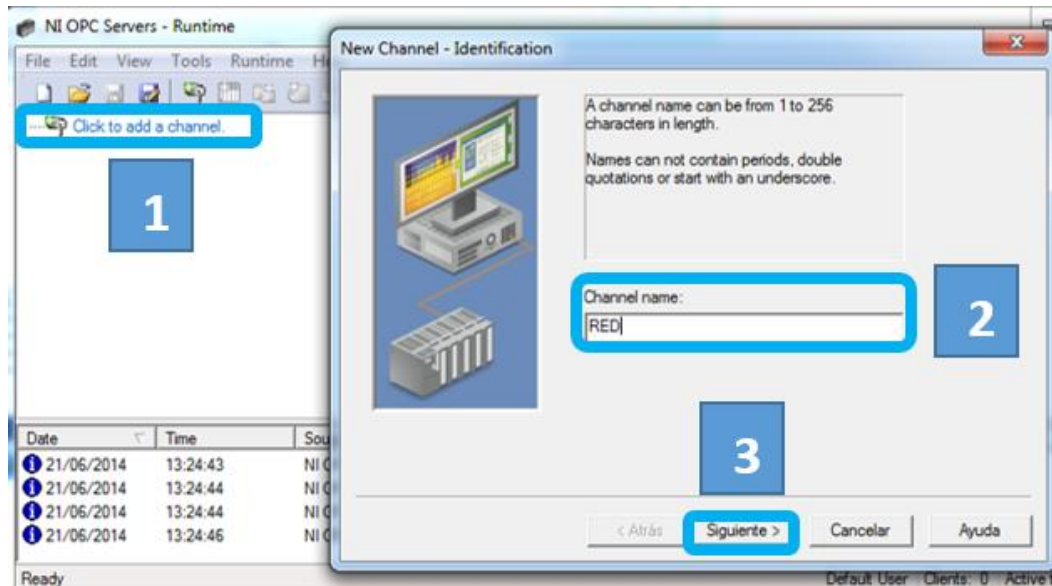

Figura 2.63: Asignar el nombre canal del OPC.
2. Dar clic en añadir un canal, se abre una nueva ventana donde se colocará el nombre del canal y dar clic en siguiente como se indica en la figura 2.63.